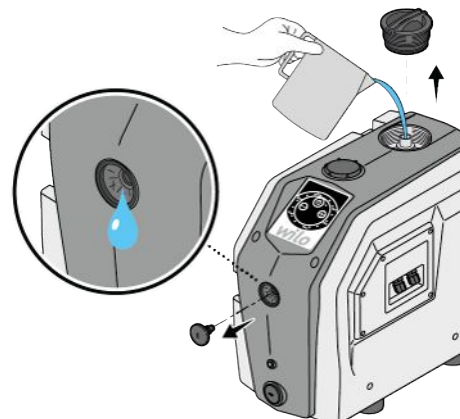

Fig. 9: Fylling
- Fyll produktet med vann (ca. 1,5 L), til vannet tyter ut av ventilasjonsåpningen (Fig. 9).